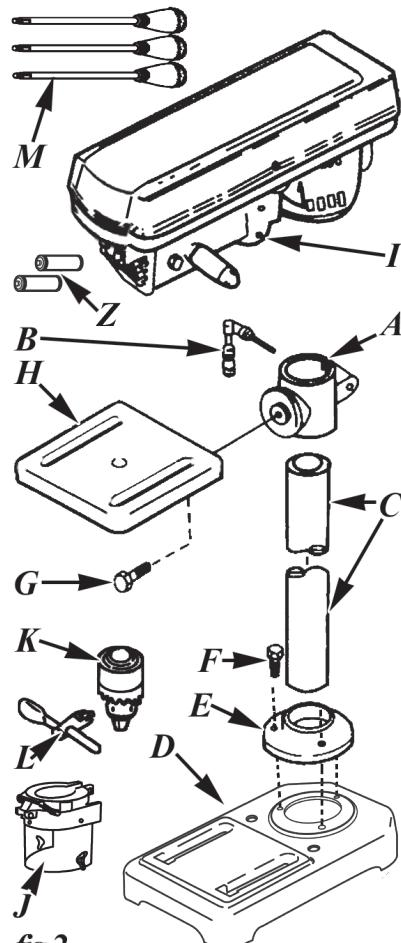

fig.2
Séparez toutes les pièces des matériaux d'emballage et comparez soigneusement avec fig 2 de la liste ci-dessous.
- Installez les boulons M8 x 20 (F, fig 2), les vissant dans la base (D, fig 2 et 3) à travers le collier de support de colonne (E, fig 2 et 3) et serrez-
- Faites glisser le support de table (A, fig 2 et 3) sur la colonne.
- Installez la poignée de verrouillage de support (B, fig 2 et 3) du côté gauche dans le support de table, aligner la table avec la base et le support et serrez verrouiller la poignée à la main.
- Vissez les trois poignées d'alimentation (M, fig 2 et 3) dans les trous filetés sur le moyeu. Au lieu d'utiliser les poignées comme effet de levier et peut-être les abîmer utilisent une clé sur les plats sur les extrémités filetées des poignées à installer, mais prenez soin de les fixer uniquement à force de main.
- Nettoyer le trou conique dans le mandrin (K, fig 2 et 3), en supprimant toute graisse, revêtement antirouille ou de saleté que vous trouverez.
1. Ouvrez le couvercle de courroie et poulie (U, fig 2 et 3) et choisir la meilleure vitesse pour l'opération de le forage planifiée et installer la courroie dans la bonne position sur les poulies pour produire cette vitesse.
7. Insérez la clé de mandrin (L, fig 2) et tourner dans le sens de serrer (dans le sens antihoraire pour desserrer) la mèche. Serrer le mandrin suffisamment pour empêcher la mèche de glisser dans les mâchoires
8. Pour positionner la table (H, fig 2) verticalement, desserrez la poignée de blocage du support (B, fig 2) et éléver ou baisser la table à la position désirée. Resserrez la poignée de verrouillage de support.
10. Pour incliner la table, desserrer la vis de blocage d'inclinaison (G, fig 2) sous la table, incliner la table à l'angle désiré (vous pouvez utiliser l'échelle de degré de biseau comme référence grossière) et resserrer la vis de blocage de la table.